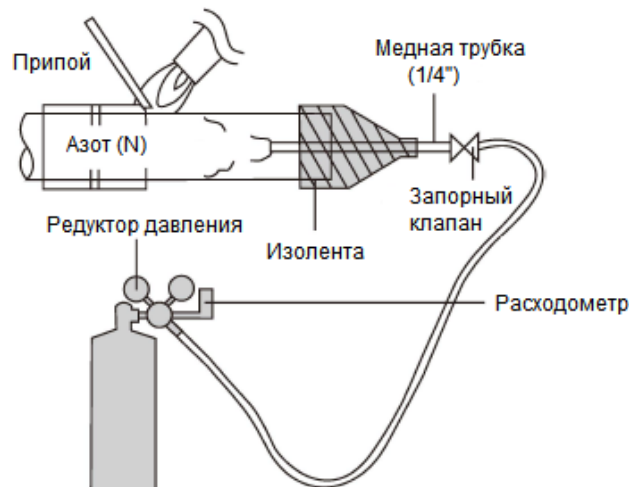

Рис.11
- Схема подключения для подачи азота на рис.11